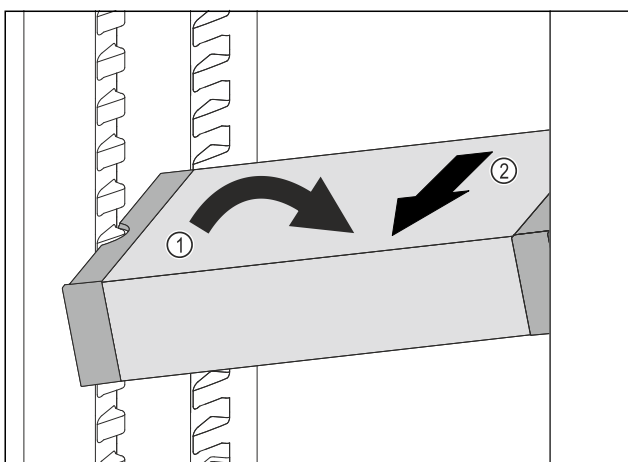

Fig. 98
- ▶ Расположите VarioSafe в холодильном отделении под наклоном. Fig. 98 (1)
- ▶ Извлеките VarioSafe движением вперед. Fig. 98 (2)